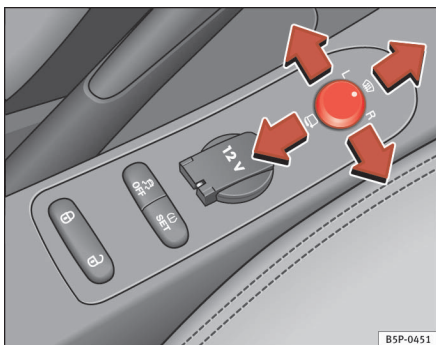

Fig. 90 Knap til indstilling af sidespejle
1. Drej knappen ⇒ fig. 90 til position **L (venstre sidespejl)**.
- Drej knappen fremad i midterste position ⇒ fig. 90 , så elopvarmningen af sidespejlene og forruden\* i området ved viskerbladernes hvilestilling bliver tilsluttet ⇒ side 122.
- Drej knappen ⇒ fig. 90 til position , for at klappe sidespejlene ind. For at undgå skader skal du altid klappe sidespejlene ind, når du kører din bil i et automatisk vaskeanlæg.